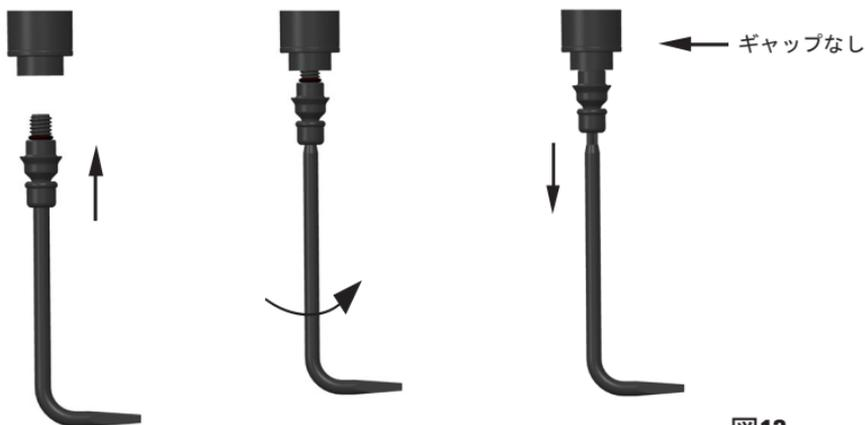

図13
- Oリング5.1とOリング5.2を先端取付装置に正しく取り付けてください(図8)。メンテナンス時に、必要に応じて、新しいOリングに交換することをお勧めします。ねじの付いた先端が上を向くよう、先端取付装置をツールの星型先端部分3に置きます。(300 μ l以下のシングルチャンネルピペット用：もう一方の手で、クリップトリガ8を後方に軽く引っ張ります。)ねじの付いた先端をシリンダに挿入し、ツールを時計回りに回して先端取付装置を注意深く締めてください。ツールを回転させ、先端取付装置を締めます。先端取付装置とシリンダのギャップがないか確認します(図13)。